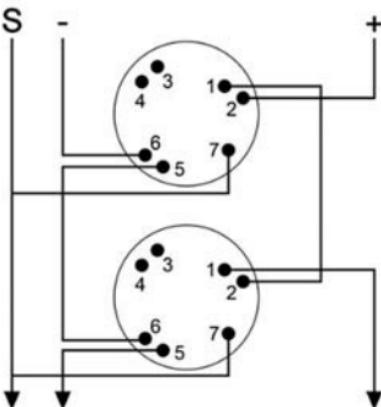

fig 4
- Para un control adecuado de la instalación eléctrica, asegúrese de tender los cables como se muestra en la fig. 4.
Fije la base de montaje sobre la superficie requerida con las sujetaciones apropiadas. Para la correcta instalación eléctrica de la base de montaje, consulte la fig. 4.
Consulte la fig. 4 para conectar la base de montaje roja estándar (YBO-R/3(RED)) y la base de montaje roja con aislador de cortocircuito (YBO-R/SCI(RED)).